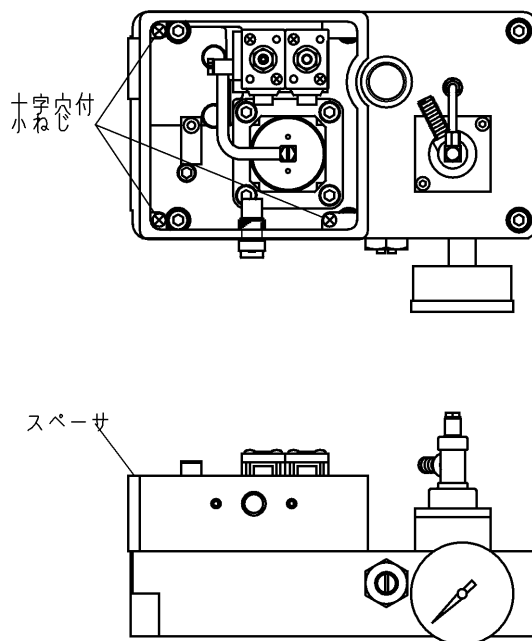

図 10
7. 6 本の六角穴付ボルトをゆるめて外し、油槽から本体を持ち上げ、本体下部に接続されているチューブ継手のナットをゆるめ、チューブを引き抜きます。(図 10)
2. 油槽内のポンプからのチューブを本体底面の継手に差し込み、ナットを締め付けて固定します。(図 10)
3. 6 本の六角穴付ボルトを締め付けて油槽を固定します。(図 10)